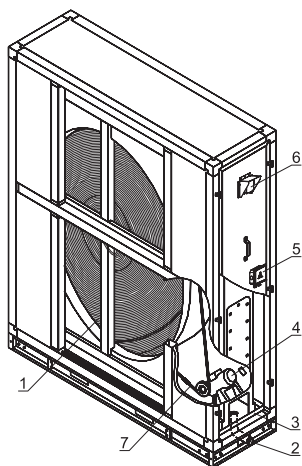

Рисунок 27
В корпусе секций (рис.27) на валу вращается роторный теплообменник (1), приводимый в движение ременным приводом (7) от электродвигателя (4). Проходящий через верхнюю часть ротора отработанный теплый (холодный) воздух нагревает (охлаждает) её, и при последующем её вращении - вниз она проходит в потоке приточного холодного (теплого) воздуха отдает тепло (холод) ему.